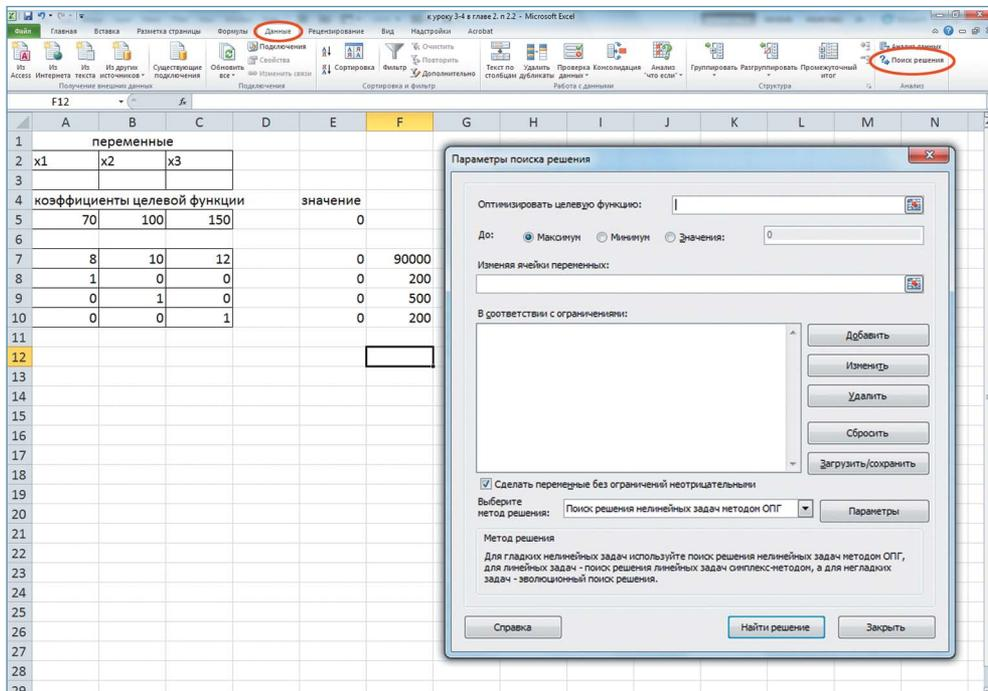

Рис. 8
3) Выбираем «Данные» и «Поиск решения». Открывается диалоговое окно (рис. 8).